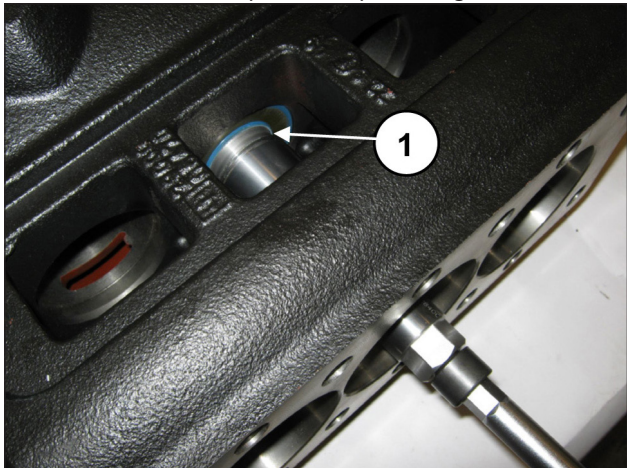
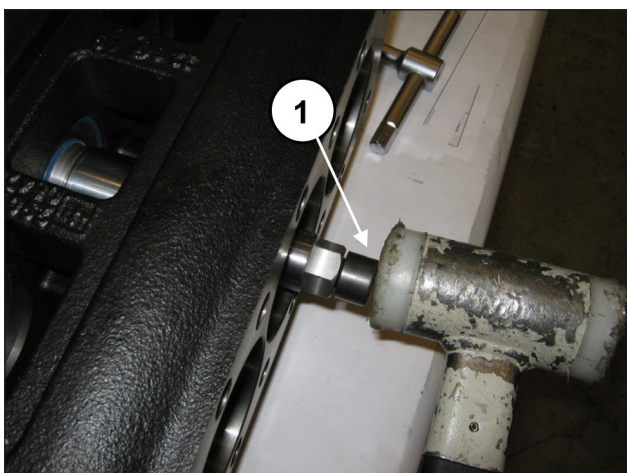

Fig. 34
Fig. 35
Introducir la herramienta entre el vástago y el labio del retén (pos. ①, Fig. 34) e introducir a fondo la parte cónica en el retén con una herramienta de percusión (pos. ①, Fig. 35).